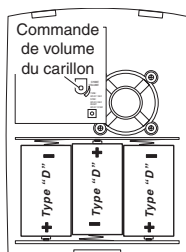

Figure 3
3. **Installez 3 piles alcalines « D ».** Prenez soin d'orienter les piles correctement (voir la Figure 3).
5. **Réglage du volume.** Réglez le volume à l'intensité souhaitée (voir la Figure 3).